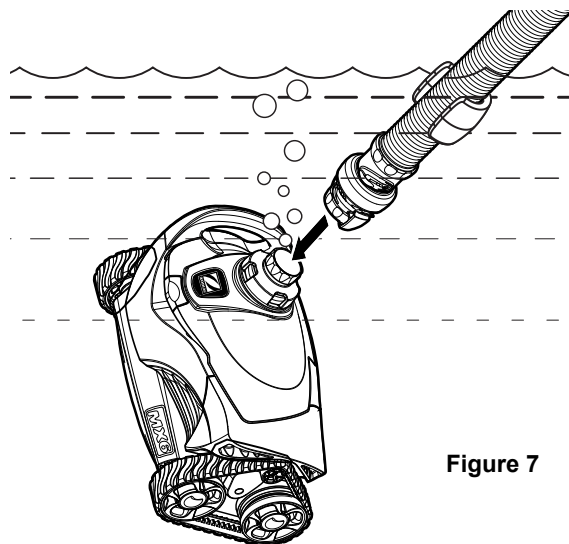

Figure 7
4. Lorsque les bulles cessent de s'échapper de l'aspirateur, raccorder le flexible en appuyant sur la soupape de régulation du débit de l'aspirateur (Figure 7).